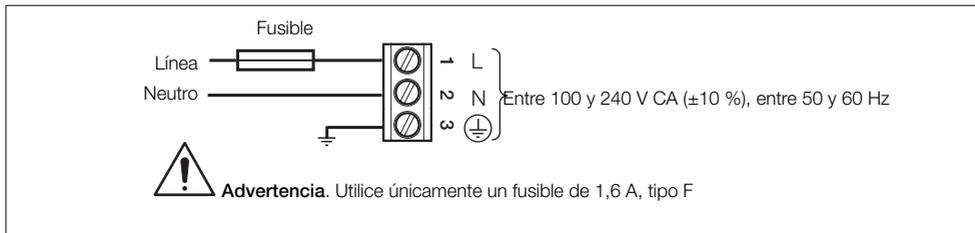

Fig. 4.1 Conexiones de la fuente de alimentación de CA
- Este transmisor no tiene interruptor, por lo que, la instalación final debe contar con un dispositivo de desconexión, como un interruptor o un disyuntor, de conformidad con las normas de seguridad locales. Debe instalarse muy cerca del transmisor en un lugar de fácil acceso para el operador y debe estar identificado claramente como dispositivo de desconexión del transmisor. Consulte la Fig. 4.1, página 12.